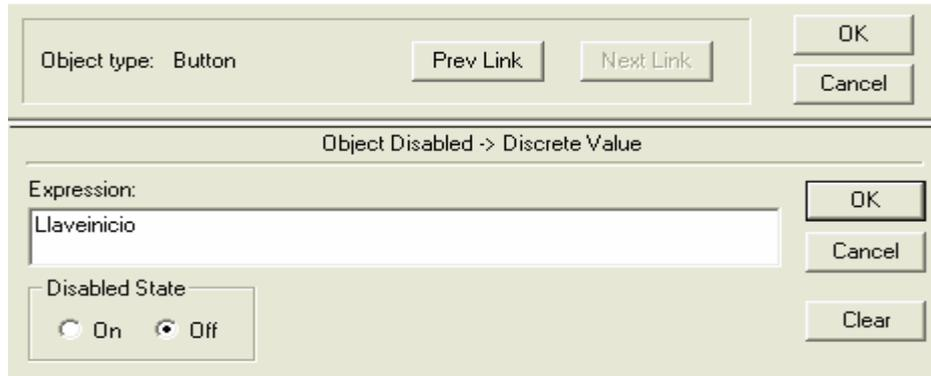

Figura 4.77. Deshabilitar botón “Configuración Usuarios”
**Se deshabilita el botón cuando llave esta en “off” como se muestra en la figura 4.77.**